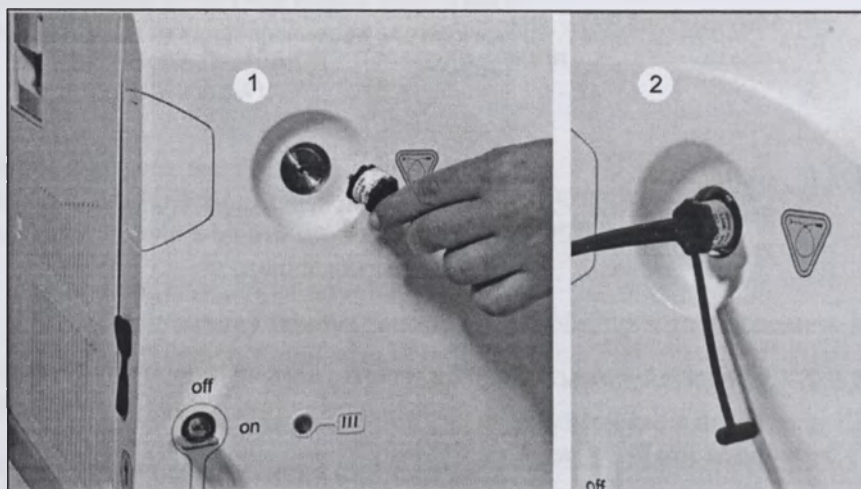

Рис. 3-9: подключение системы подачи
3. Дежурная сестра прикрепляет соединительную часть к лазеру, прикручивая соединитель к разъему волокна на передней панели консоли (см. Рис. 3-9) и затягивая ее вручную.